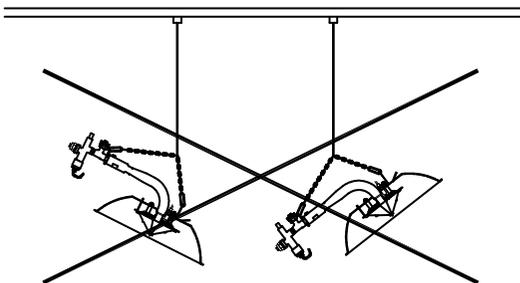

Fig. 24
Debido al poco peso del radiador podría ser necesario prever un segundo anclaje auxiliar a fin de evitar las posiciones erróneas (Fig 24)
- 3- Brooder has to be hanged from ceiling by means of an anchor and a steel rope, using the suspension chain. A special care must be taken with the tight hold points in order to avoid the brooder to fall down. Because of the fact that brooder has a light weight could be necessary a second anchor in order to get the right position of the brooder (See Fig 24).
En raison du faible poids du radiateur, il peut s'avérer nécessaire de prévoir un second ancrage afin de main tenir le radiateur dans la position indiquée sur le dessin. (Fig 24)